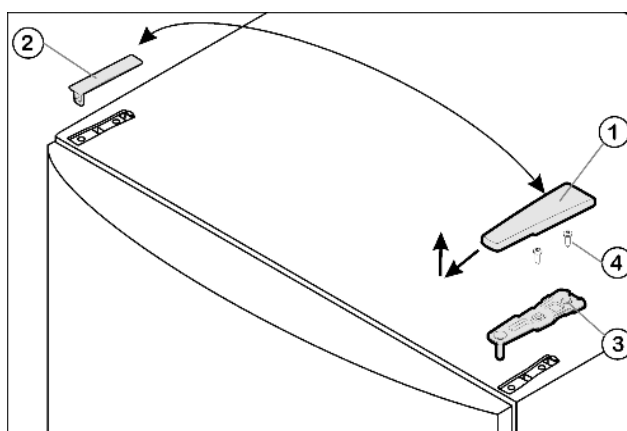

Fig. 4
- Потяните крышку Fig. 4 (1) вперед и вверх.
- Снимите крышку Fig. 4 (2).
- ▶ Открутите верхний опорный кронштейн Fig. 4 (3)(2 шт. Torx® 25) Fig. 4 (4) и вытяните вверх.
- Установите верхний опорный кронштейн Fig. 4 (3) на новой стороне шарнира и защелкните в дверце.
- Привинтите верхний опорный кронштейн (**с моментом 4 Нм**) (2 шт. Torx® 25) Fig. 4 (4). При необходимости проделайте отверстия или используйте аккумуляторную отвертку.
- Наденьте и защелкните крышку Fig. 4 (1) и крышку Fig. 4 (2) на противоположной стороне снаружи.